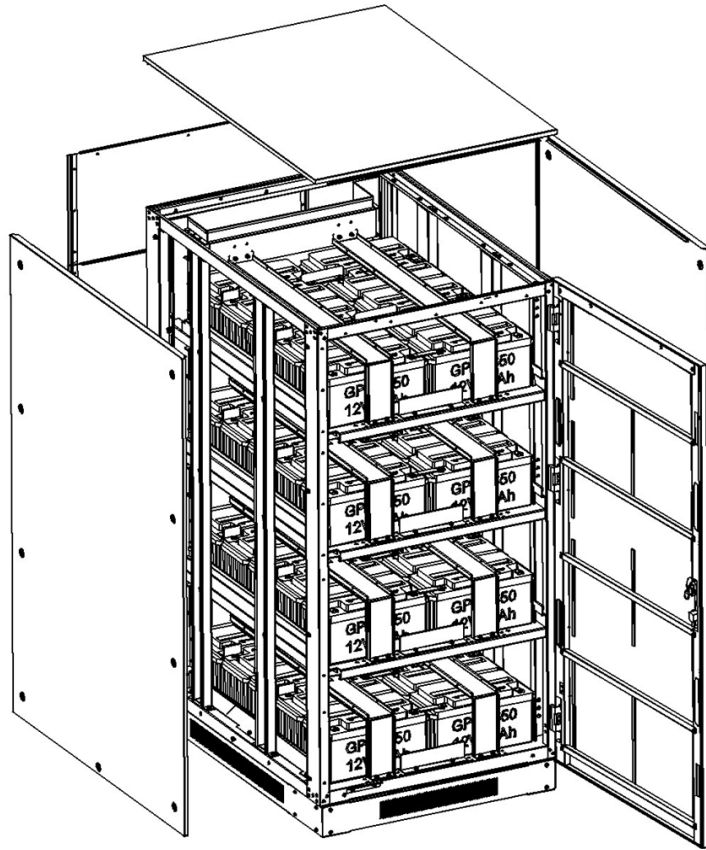

Figure 5-45
12. Réinstaller tous les couvercles et toutes les vis (Figure 5-45).